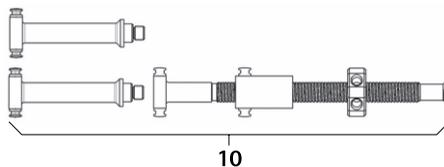

Fig. 15
- ▶ Montar el distractor de husillo **10**, ver Fig. 15.